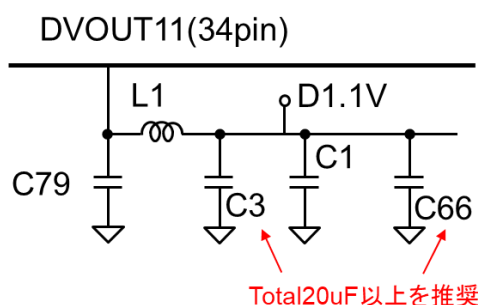

Figure 2-6 DC-DC コンバータの外付け回路例
- Figure 2-6 に DC-DC コンバータの外付け回路例を、Table 2-3 にその回路定数例を示します。